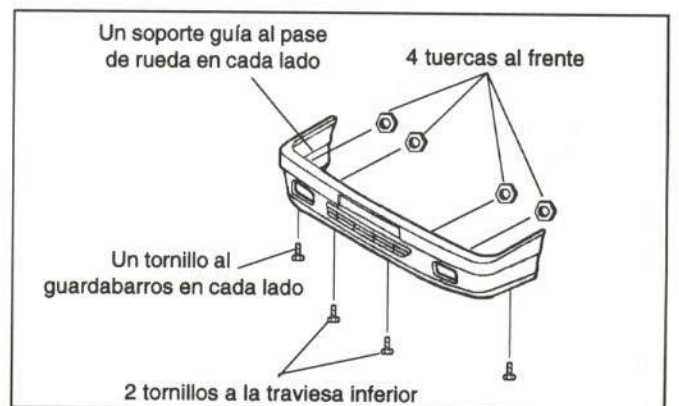

Figura 14.- Fijación del paragolpes
- Paragolpes (figura 14)
- Paragolpes delantero (figura 14)